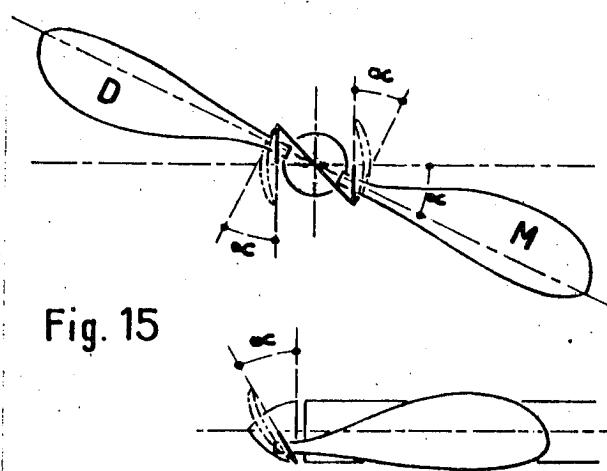

Fig. 15
Une méthode employée avec succès par de nombreux modélistes consiste à placer le tube charnière des pales, parallèlement à la section de la pale au 7/10 du rayon et dans les 2 plans. C'est-à-dire (fig. 15) que : l'axe charnière devra faire un angle L (correspondant au pas de 7/10 de R) aussi bien vu de face que de profil.
Ce système est très bon, mais demande à être bien exécuté. Il y a un inconvénient, c'est que la pale « montante » (M) devra nécessiter, pour rester plaquée au fuselage, un ressort ou élastique de rappel puissant, pour éviter quelle ne « retombe » (le dessin fig. 15 représente la position des pales au moment du repliement). Par contre, la pale « descendante » (D) pourrait se passer aisément de ressort, son propre poids la maintenant repliée.